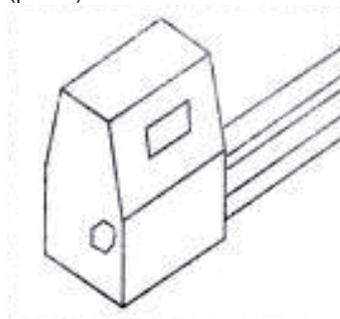

Рис. 3
2. Ослабьте и выкрутите шестигранный болт с помощью ключа (рис. 3).